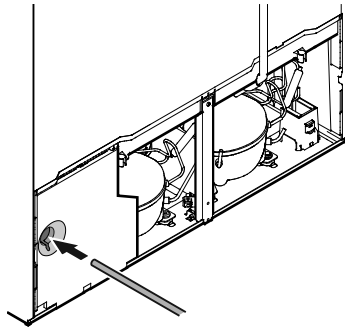

Figure 14
2. Insérer le conduit d'alimentation d'eau dans l'orifice prévu à cet effet à l'arrière de l'appareil (Figure 14).